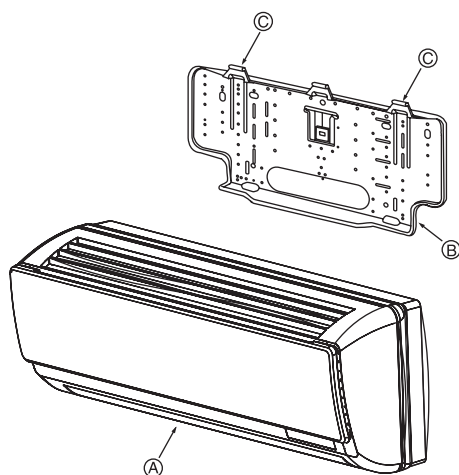

Fig. 3-8
3.3. Het binnenapparaat monteren (Fig. 3-8)
- ① Zorg ervoor dat de haken van het binnenapparaat over de pallen van de muurbevestigingsmal vallen.